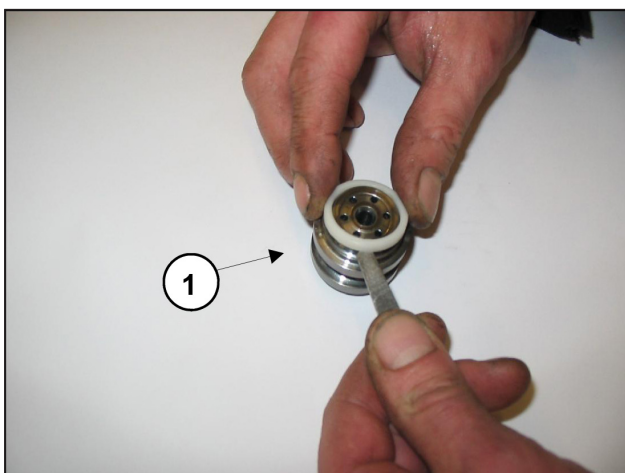

图 25
- 抽出阀座①，如图图 25所示，检查各部件的磨损状态，如有必要则进行更换。